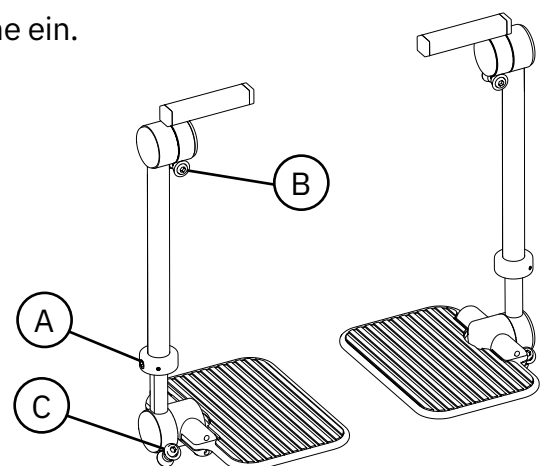

Abb. 5.54. Medic-Beinstütze.
Medic wird seitlich montiert und ist in der Höhe (A), im Winkel der Beinstütze (B) und im Winkel des Fußbretts (C) einstellbar, siehe Abb. 5.54.